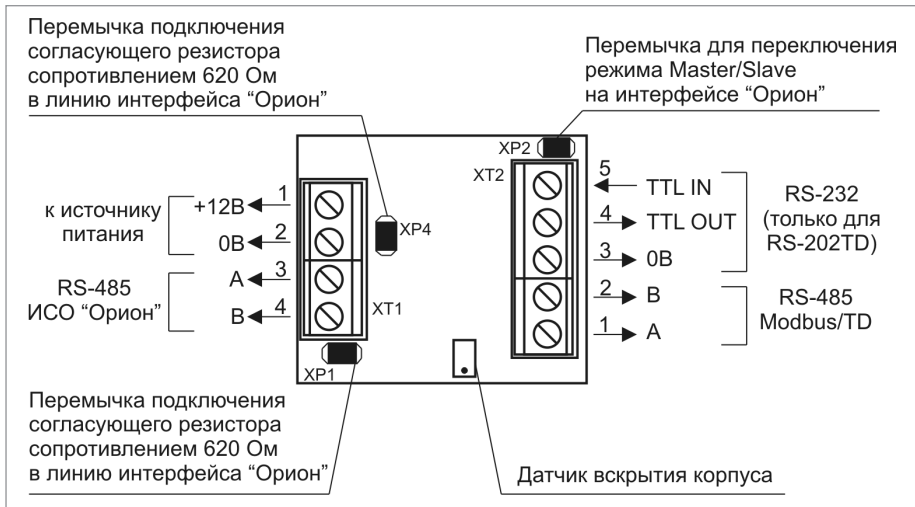
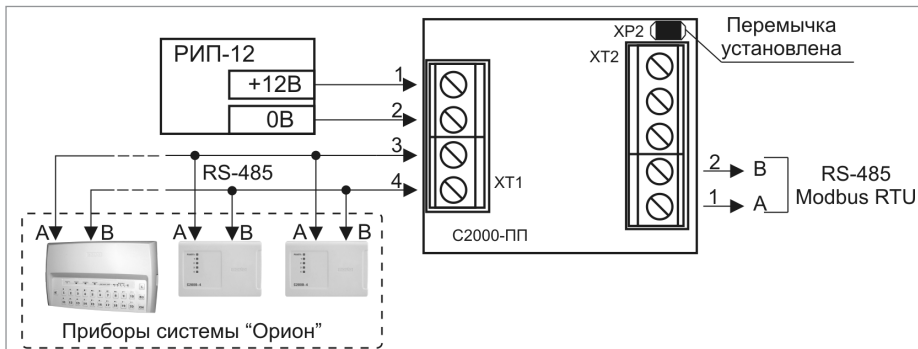

Рисунок 3. Назначение клемм и перемычек преобразователя «С2000-ПП»
Рисунок 4. Подключение преобразователя «С2000-ПП» в режиме «Орион-Master»
1.3. Подключите преобразователь в соответствии с проектной документацией и схемой на рис. 4, 5 (схема подключения зависит от режима работы преобразователя). На рис. 3 показана плата преобразователя и приведено назначение клемм и перемычек.
Подключите к клеммам XT2.1 и XT2.2 преобразователя линии A и B интерфейса RS-485 «Modbus RTU» (рис. 4 и 5), если это указано в проектной документации.
Если преобразователь не является первым или последним в линии интерфейса RS 485 «Modbus RTU», удалите перемычку с разъема XP1 (см. рис. 3).